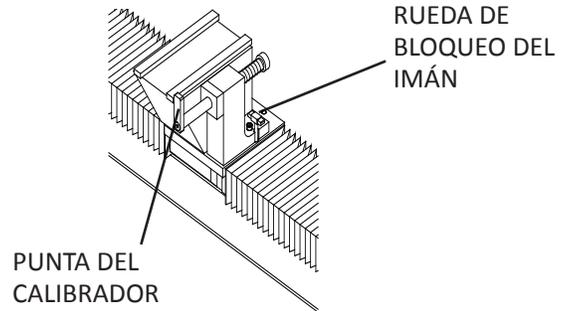

FIG. 18
1. Presione las dos puntas del calibrador hacia delante y gírelas para que encajen en su posición. Afloje la perilla del imán en el conjunto del imán del lado derecho. Véase la Fig. 18. Ajuste la cuchilla de asiento/barra de asiento para afilarse en los electroimanes. Mueva el conjunto del imán derecho hasta que las puntas del calibrador de alineación estén en los dos extremos de la cuchilla de asiento. Apriete la perilla de bloqueo del imán derecho lo suficiente para sujetar el imán.